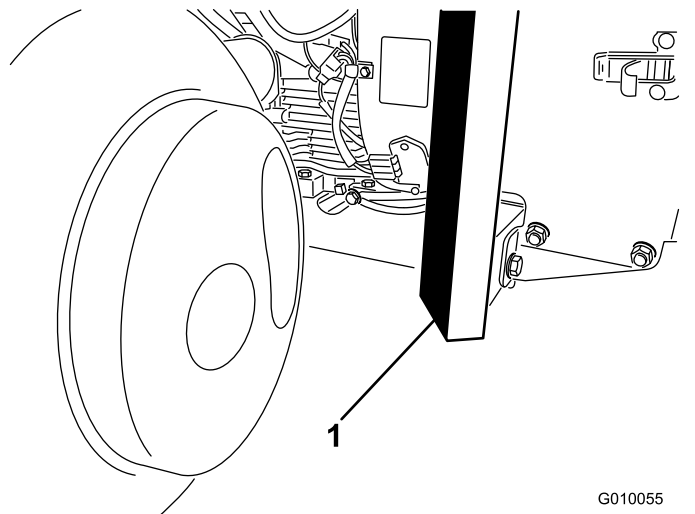

Рисунок 37
3. Надежно разместите домкрат под передней частью рамы (Рисунок 37).